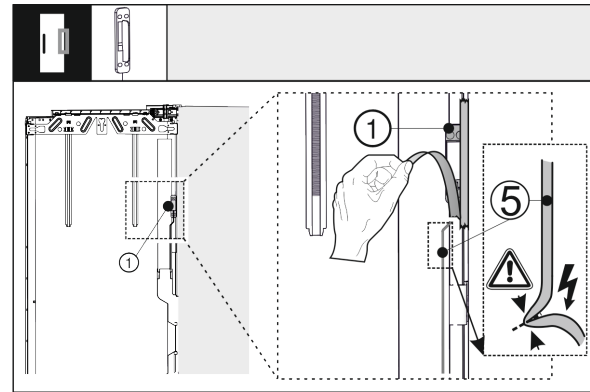

Fig. 40
- ▶ Senzor trkanja Fig. 40 (1) odvijte z zunanjih vrat. Ne poškodujte Fig. 40 (5) povezovalnega kabla.